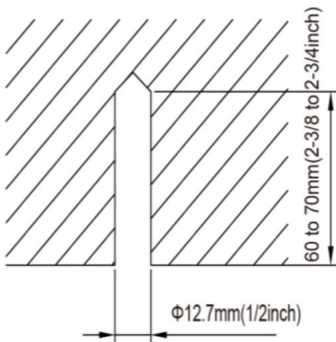

Рис.4.2
- (1). Встановіть болти до стелі в місці, достатньо міцному для підвішування пристрою. Позначте положення болтів на шаблоні для встановлення. За допомогою свердла по бетону просвердліть отвори діаметром 12,7 мм (1/2 дюйма) (рис. 4.2).